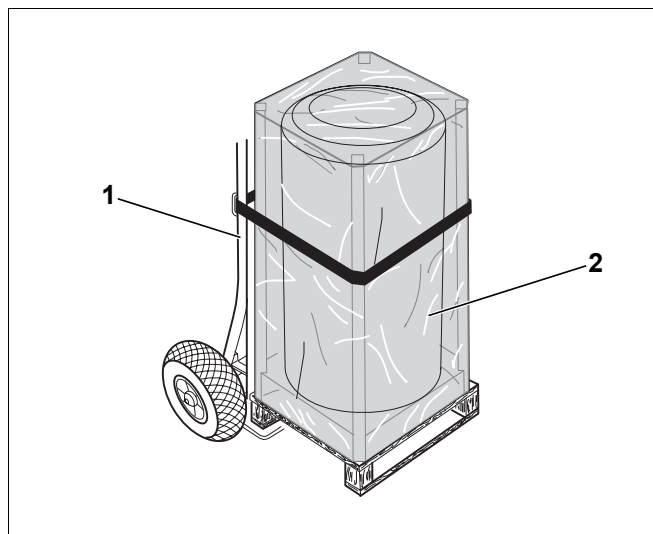

Рис. 3 Транспортировка бака-водонагревателя на специальной тележке для перевозки котла
- Установить тележку (рис. 3, поз. 1) с задней стороны упакованного бака-водонагревателя (рис. 3, поз. 2).